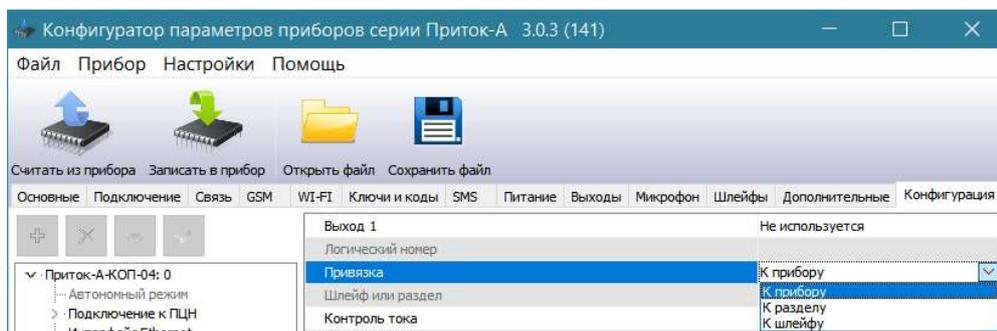

Рисунок 7
- Поле **«Привязка»** - привязка силовой ключ к прибору, разделу или шлейфу (см. рисунок 7).